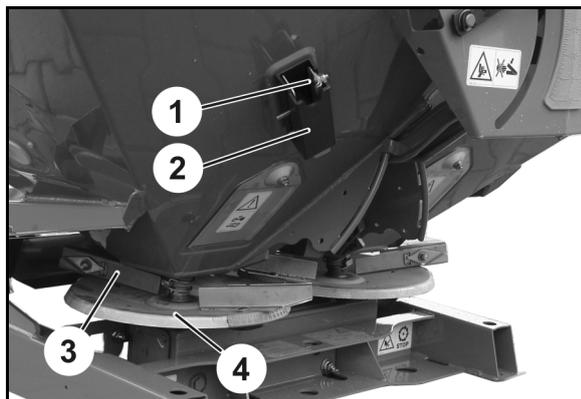

Fig. 80
1. Enlevez l'aube d'épandage en limite (Fig. 80/1) de son support (Fig. 80/2).
2. Démontez l'aube d'épandage la plus longue (Fig. 80/3) du disque gauche (Fig. 80/4).